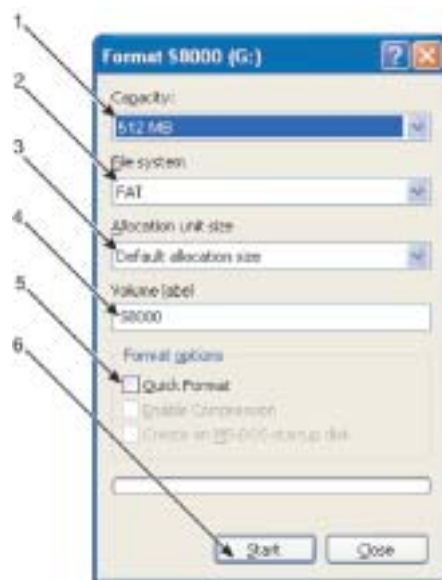
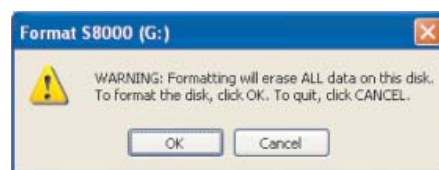

Рис. 44 Выбор свойств форматирования
Рис. 45 Форматирование диска
3. Отобразится диалоговое окно **Format** (Форматирование), как показано на рис. 44,, после чего в верхней строке отобразится значение емкости диска (1). Данное значение зависит от типа используемого диска (в данном примере 512 МБ).
4. В поле **File system** (Файловая система) (2), рис. 44, выберите **FAT**.
5. В поле **Allocation unit size** (Размер кластера) (3) оставьте значение по умолчанию.
6. При необходимости в поле **Volume label** (Метка тома) (4) введите метку тома, например S8000.
7. Необходимо выполнить полное форматирование карты памяти SD, поэтому не ставьте флажок **Quick format** (Быстрое форматирование) (5).
8. Нажмите кнопку **Start** (Начать) (6). Отобразится сообщение (рис. 45). Для продолжения нажмите **OK**.